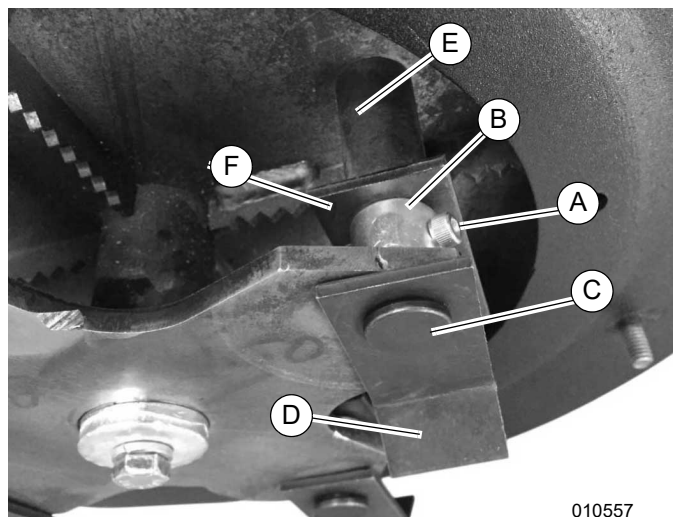

Figura 4-9. Mantenimiento de los martillos de la trituradora
2. Consulte la Figura 4-9. Use una llave hexagonal de 5/32 pulg. y una llave de 3/8 pulg. para retirar el tornillo y la contratuerca (A) de uno de los separadores cortos (B).
3. Retire el eje del martillo (C), los separadores (B y E) y los martillos (D y F).
4. Voltee el martillo en J (D) y el martillo plano (F) en 180°.